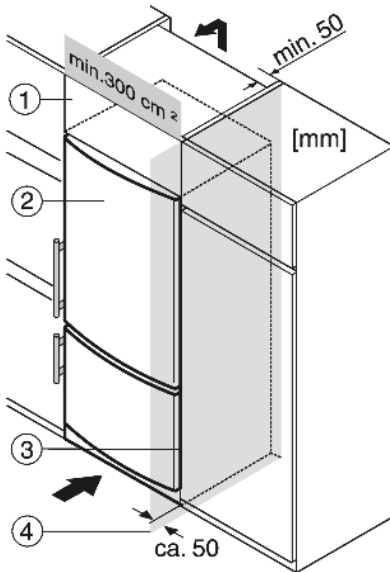

Fig. 26
- (1) Дополнительный шкафчик
(2) Устройство
(3) Кухонный шкаф
(4) Стенка
Устройство может быть окружено предметами кухонной обстановки. Чтобы уравнять устройство Fig. 26 (2) по высоте с кухонной стенкой, можно установить над устройством соответствующий дополнительный шкафчик Fig. 26 (1).
При комбинировании с обычными кухонными шкафами (глубина макс. 580 мм) устройство можно установить непосредственно рядом с кухонным шкафом Fig. 26 (3). Дверца устройства выступает по сторонам на 34 мм и по центру устройства на 50 мм относительно передней стенки кухонного шкафа. Поэтому ее можно свободно открывать и закрывать.
Если устройство установлено на шарнирах у стены Fig. 26 (4), то расстояние между устройством и стеной должно быть не менее 36 мм. Настолько выступает ручка при открытой дверце.